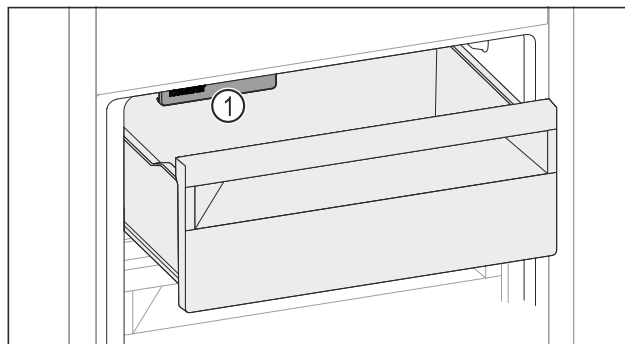

Fig. 140
- Võtke arvesse IceMaker Fig. 140 (1)it.